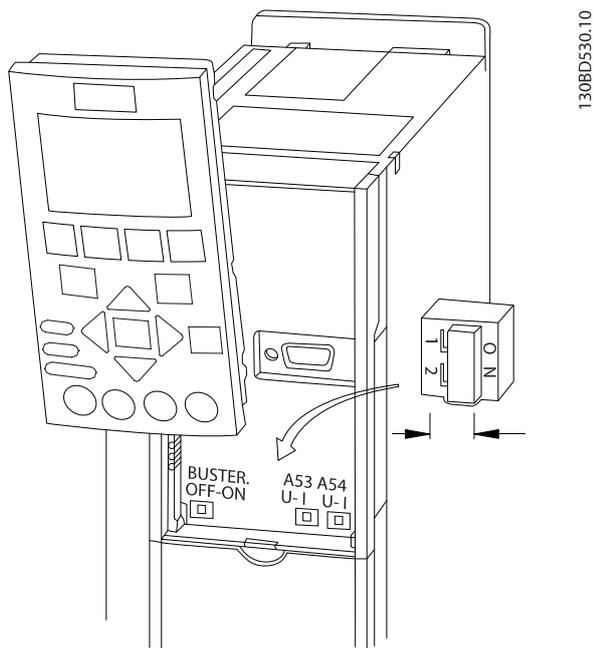

Рисунок 4.27 Расположение переключателей клемм 53 и 54
1. Снимите панель местного управления (LCP) (см. *Рисунок 4.27*).
- Для выбора оконечного сопротивления шины предусмотрен переключатель на плате управления (BUS TER.). См. Рисунок 4.27.